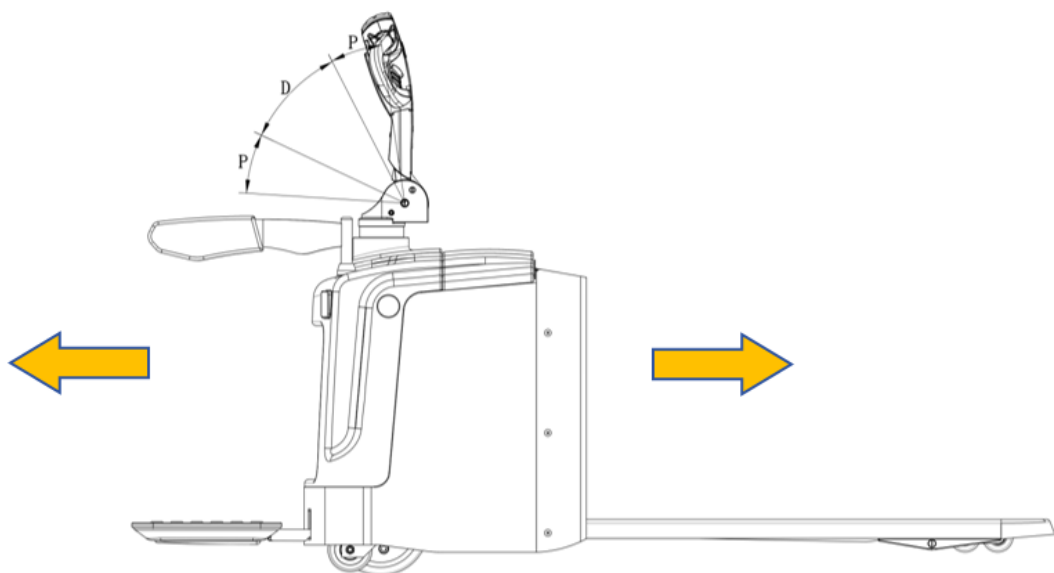

Рис. 7 – Движение тележки
- Установите рукоять управления в диапазон перемещения (D) и нажмите рычаг акселератора (см рис. 7).